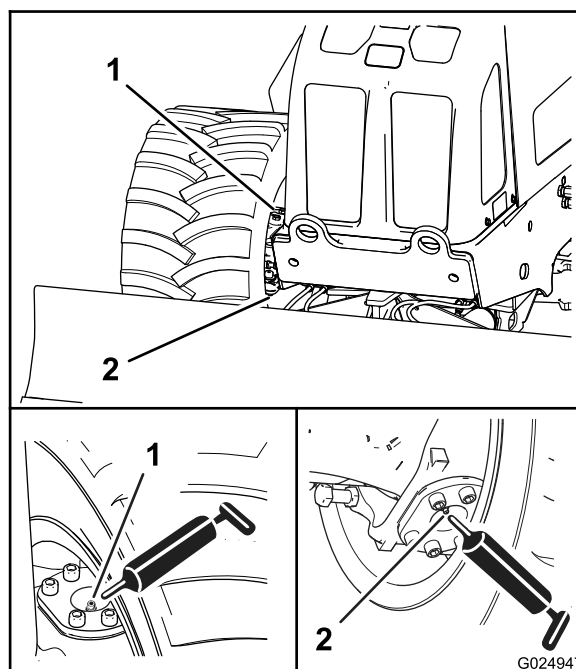
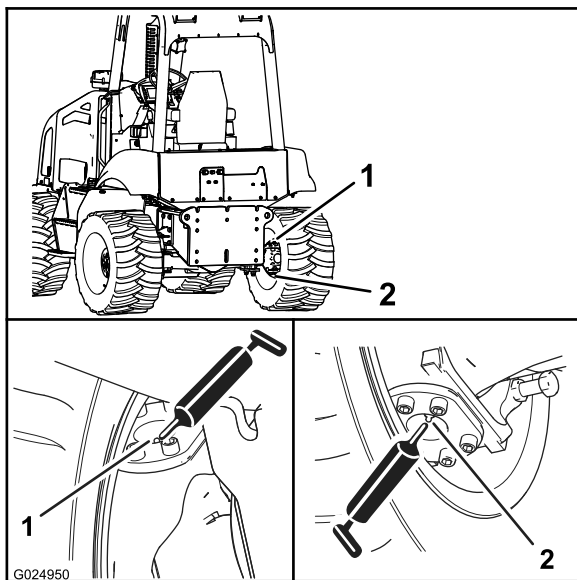

Figura 59
Figura 60
2. Conecte la pistola de engrasar a los engrasadores de los pivotes superior e inferior; bombee 2 o 3 aplicaciones de grasa en cada engrasador (Figura 59 y Figura 60).